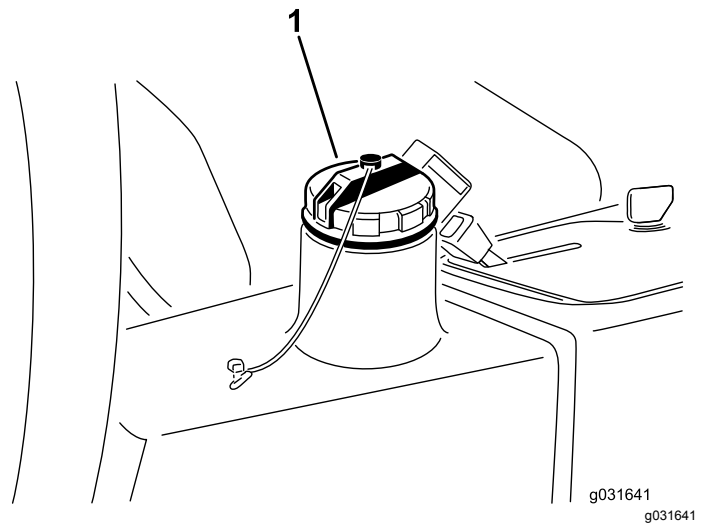

**Figura 63**
2. Desconecte el tubo hidráulico o retire el filtro hidráulico y deje fluir el aceite hidráulico en un recipiente apropiado (Figura 62 y Figura 63).
3. Vuelva a colocar el tubo cuando el aceite hidráulico se haya drenado (Figura 63).